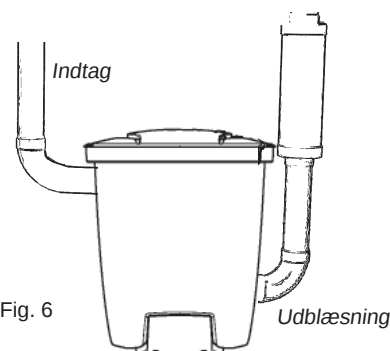

Fig. 6
5. Monter proppen på det udtag, hvor sugerørsfatningen tidligere sad. Skru den fast ved hjælp af de fire skruer. Udblæsningsrøret skal strammes godt til på væggen for at sikre, at det ikke kommer til at sidde løst på fatningen. Husk, at du skal kunne dreje det bøjede rør i forskellige retninger for at sikre et ordentligt rørføring. Tilslut derefter udblæsningsrøret og lyddæmperen, fig. 6. Monter centralstøvsugeren, så udblæsningsrøret er så kort som muligt, maks. 5 meter. Tag hensyn til dine omgivelser i forbindelse med placering af udblæsningen. Derfor bør du altid montere en lyddæmper.